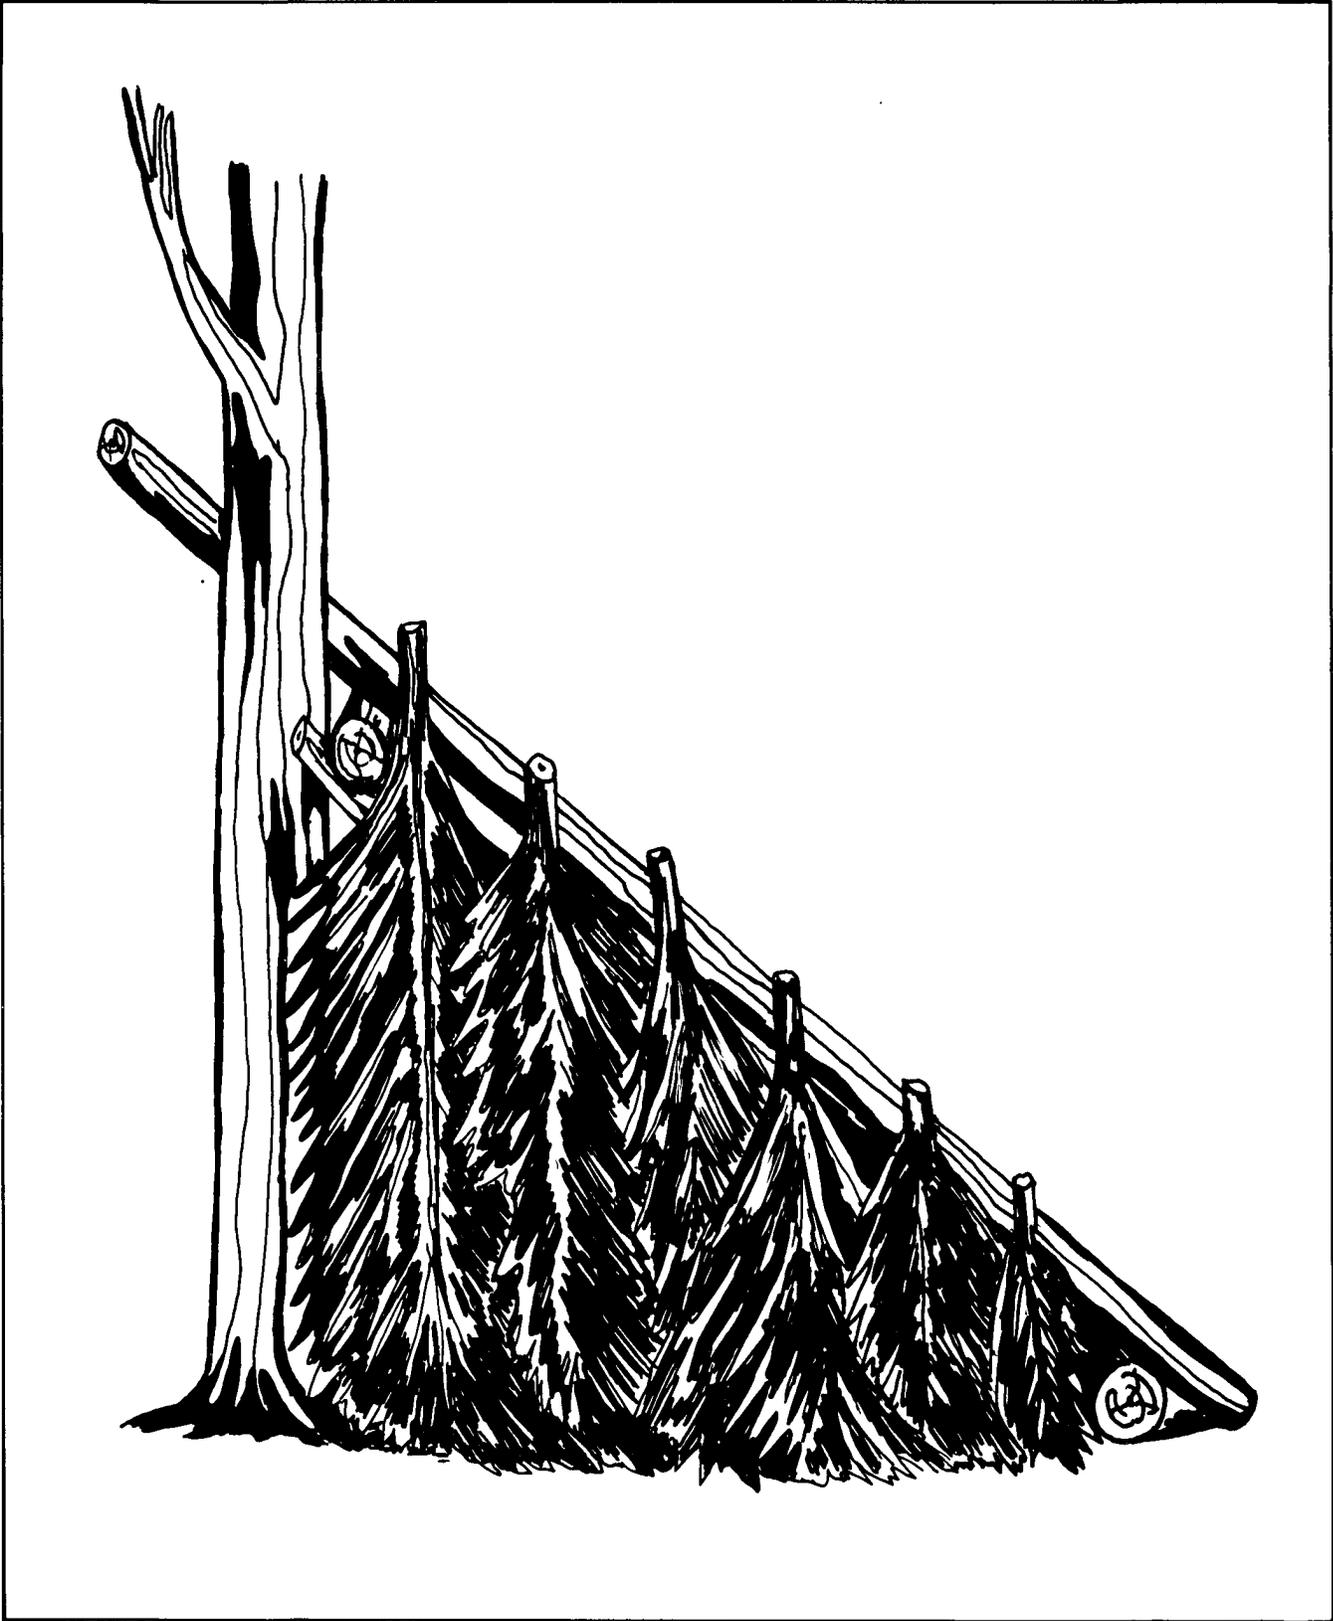

Figure 3-9 Single Lean-to Side View Stage 3
- c. Place in the front bottom crosspiece. This is the same size just so it spans the distance between the two uprights. It is placed on the roof side of the lean-to and its purpose is to prevent the sleeping bags from sliding into the fire as well as holding the boughs used for insulation in place. (See Figure 3-9.)
- d. Place in the bottom rear crosspiece. This is the same size as the front crosspiece and is placed about 7 feet from the front bottom crosspiece. Its job is to help raise the back of the lean-to roof and also hold the boughs in place. (See Figure 3-9.)
- e. Place on the back pieces. These should be 2 to 3 inches thick at the butt end and 10 to 12 feet long. The butt ends are set on the ground and resting against the rear bottom crosspiece, the top ends are resting on top of the top crosspiece and are spaced no more than 18-inches apart. (See Figure 3-9.)
- c. Poser la sole avant. Il suffit que cette pièce soit assez longue pour couvrir l'espace entre les deux montants. On la place du côté du toit. Elle sert surtout à retenir en place les branchages qui serviront d'isolation et pour empêcher les sacs de couchage de glisser dans le feu (voir figure 3-9).
- d. Poser la sole arrière. Cette pièce, de même longueur que la sole avant est posée au sol à une distance de 7 pieds derrière la sole avant. Elle sert de point d'appui à la partie inférieure des chevrons (voir figure 3-9).
- e. Poser les chevrons de 10 à 12 pieds de longueur et de 2 à 3 pouces de diamètre dans le plus gros. Le gros bout repose sur le sol et est appuyé sur la sole arrière; l'autre extrémité repose sur la poutre principale. Les chevrons ne doivent pas être à plus de 18 pouces d'intervalle (voir figure 3-9).